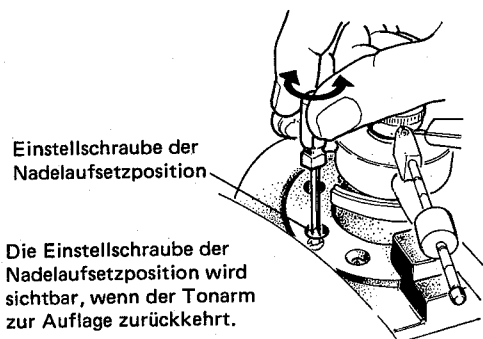

Abb. 19
3. Den Tonarm zur Auflage zurückführen und dann die Einstellschraube der Nadelaufsetzposition mit dem beigegeführten Schraubenzieher justieren (siehe Abb. 19 und 20).